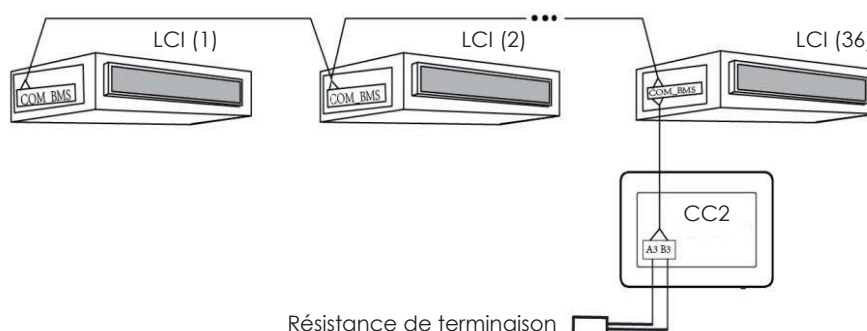

Fig. 3.7 Contrôleur centralisé branché à des systèmes LCI
2. Brancher (en utilisant un câble ayant les caractéristiques spécifiées au paragraphe 3.1) les bornes A3 et B3 sur le contrôleur, au port COM_BMS sur l'unité intérieure (les unités intérieures LCI possèdent deux ports COM_BMS, l'un pour la communication des unités intérieures et l'autre utilisable pour le branchement du contrôleur centralisé) ; il faut rappeler qu'il est nécessaire de brancher la résistance de terminaison comme illustré dans le schéma de la Fig. 3.7.